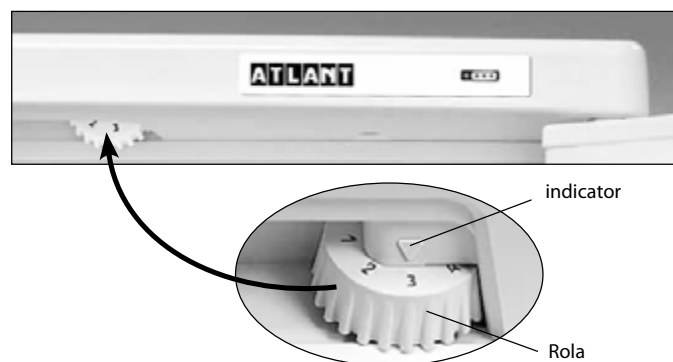

Figura 3 – Controlul temperaturii
**1.5** Organ de reglare a temperaturii în conformitate cu figura 3 este rolul de reglare a temperaturii (în continuare – rol). Rolul se rotește în sensul acelor de ceasornic și invers acelor de ceasornic și are diviziuni cu cifre notate și se instalează la diviziunea selectată. Diviziunea cu marcarea la «1» corespunde temperaturii cea mai ridicată (răcirea cea mai mică) în camera, la diviziunea «7» – cea mai joasă (cea mai mare răcire). Diviziunea rolului trebuie instalată sub indicator la reglarea temperaturii.
Deschideți ușa SF și setați rolul la diviziunea «2». Închideți ușa SF. Pe viitor, pentru a selecta temperatura optimă pentru depozitarea alimentelor în secțiune trebuie reglată temperatura cu ajutorul rolului, așa cum se arată în figura 3. În cazul în care, după reglare sau în urma schimbării condițiilor de exploatare, compresorul a început să lucreze continuu, este necesar de a roti lent rolul în direcția de micșorare până la un clic a regulatorului de temperatură. După reglare, temperatura în frigider se menține în mod automat.